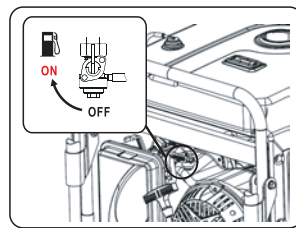

Fig 9
- Gire la válvula de combustible a la posición ON. (fig 9)